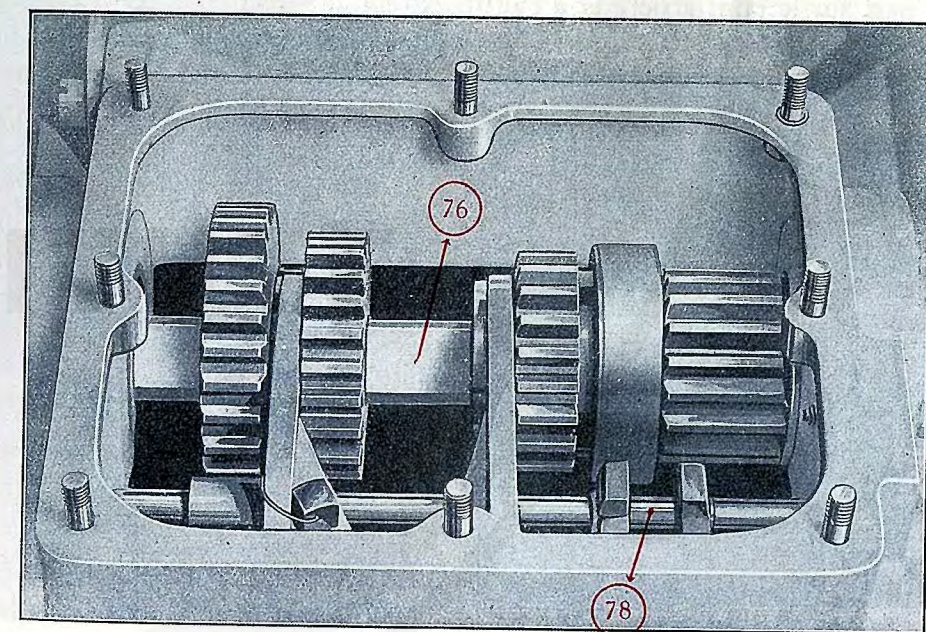

FIG. 18
la figure 18. L'extrémité du levier 77 assure le déplacement des pignons pour mettre en prises les différentes vitesses. Le carter de la boîte de vitesses est absolument hermétique, il faut s'assurer au remontage que la surface du joint du couvercle est bien propre. En remontant le couvercle s'assurer que le levier (77) rentre bien dans l'encoche (78).
Remarque. — Tous les 10.000 km. vidanger la boîte et regarnir en faisant le niveau jusqu'à fleur de l'arbre supérieur comme indiqué sur la figure 18. Employer de préférence de l'huile épaisse de cylindre de machine à vapeur ou à défaut de la valvoline, jamais de graisse consistante. Avant de refaire le niveau on peut laver le fond du carter avec du pétrole très soigneusement. Ne jamais se servir de chiffons pour essuyer, se servir d'un pinceau seulement.